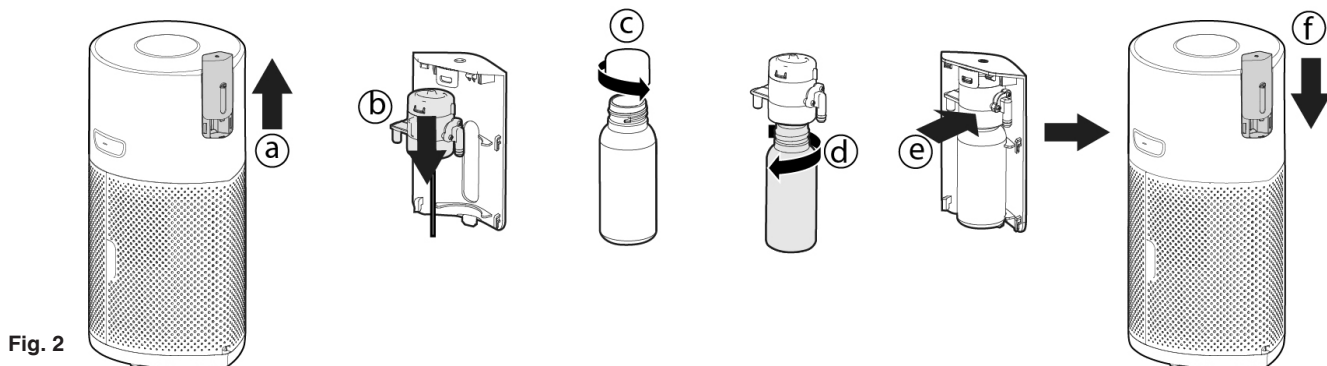

Fig. 2
2. Montera fast diffuserflaskan [Fig. 2]